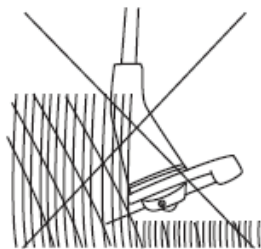
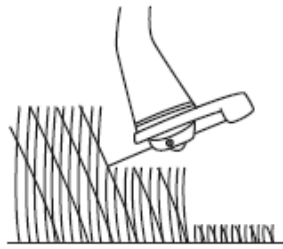

Fig. 21
Fig. 22
6. Asegúrese de que el dispositivo de corte permanezca limpio y sin recortes que puedan atascarlo. Compruébelo regularmente. Suelte el interruptor de encendido/apagado (11) y desconecte el producto de la alimentación eléctrica antes de comprobarlo.
7. Corte la hierba larga por etapas; no corte la hierba larga de una sola vez (Fig. 21). Para obtener mejores resultados, corte la hierba larga en varios pasos (Fig. 22).
1. Ajuste el ángulo del cabezal del cortabordes (3) a 180° para proceder a rematar bordes de césped, caminos, etc. (Fig. 22).